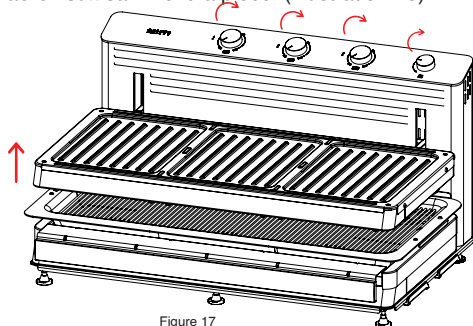
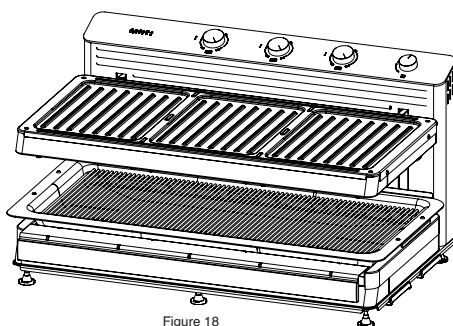

Figure 17
Figure 18
- Placez les interrupteurs marche/arrêt à l'arrière du produit en position (I). Sur le modèle MiTi 09, le premier interrupteur doit être activé en permanence.
- Pour déplacer l'espace de cuisson réglable, tournez le bouton de réglage de la distance dans le sens des aiguilles d'une montre afin d'amener la partie supérieure à sa hauteur maximale (Figure 17 - Figure 18).